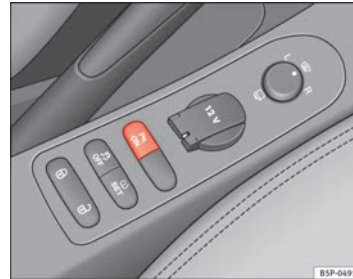

Abb. 148 Mittelkonsole: Schalter für Einparkhilfe
- Drücken Sie den Schalter **P** an der Mittelkonsole ⇒ Abb. 148 bzw. an der Schaltkulisse. Ein kurzer Quittierton ertönt und die LED im Schalter leuchtet auf.